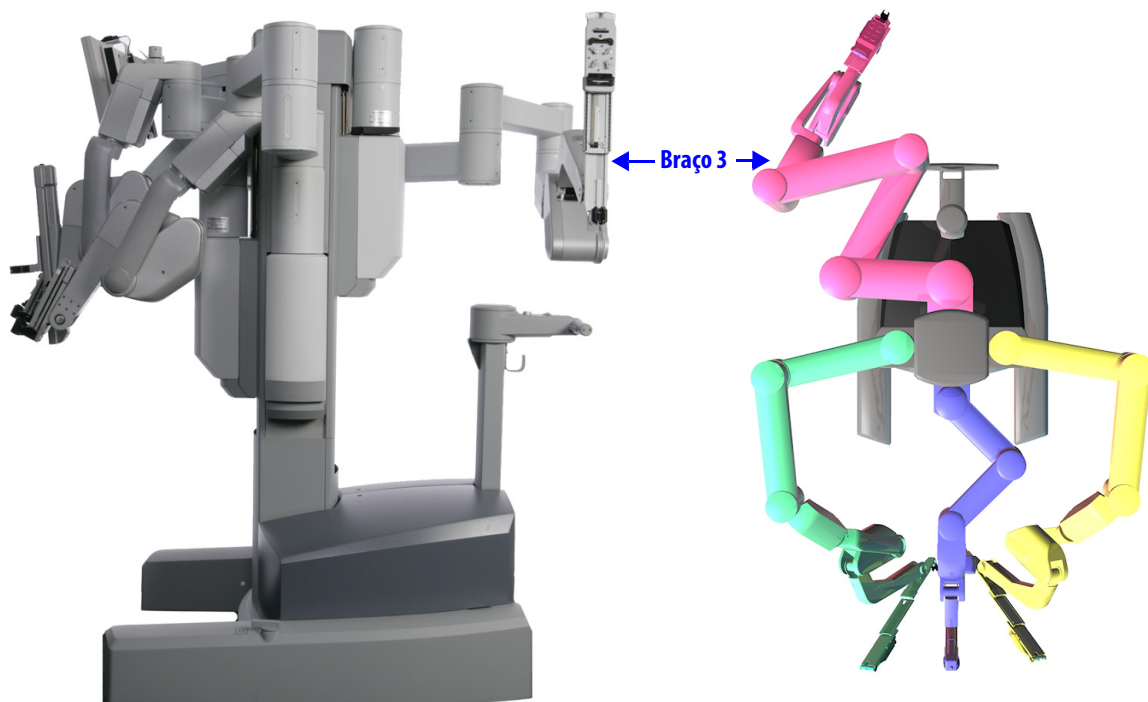

Figura 5.6 Organização do braço de instrumentos 3 na posição acondicionável
2. Organize as ligações da articulação de configuração, conforme ilustrado em Figura 5.6.